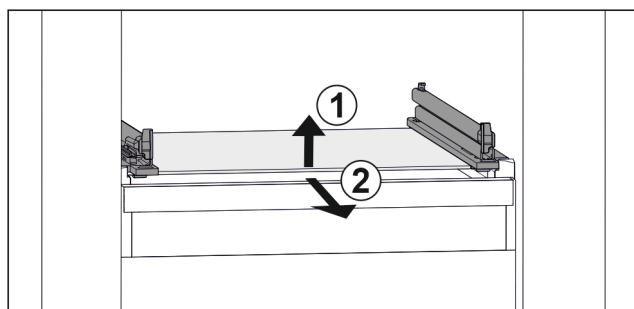

Fig. 93 Příklad znázornění skleněné desky
- ▶ Nadzvedněte skleněnou desku vpředu. Fig. 93 (1)
- ▶ Vyjměte skleněnou desku dopředu. Fig. 93 (2)